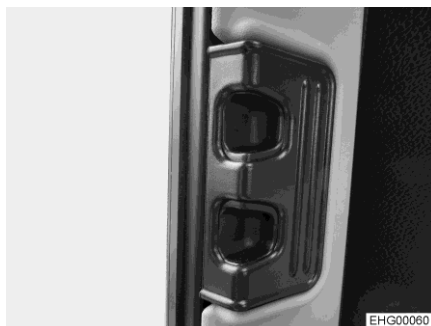

Fig. 42 Botón corredizo de bloqueo (ventana del acompañante)
- Comprimir el botón corredizo de bloqueo (Fig. 42) y mantenerlo comprimido.